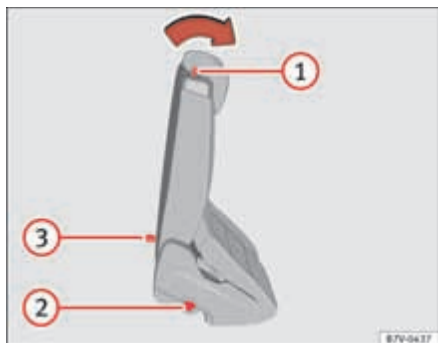

Abb. 81 Zweite Sitzreihe: Bedienelemente der Einstiegshilfe.
- Hebel ⇒ Abb. 81 ① nach vorn drücken und Rücksitzlehne nach vorn klappen. Der komplette Rücksitz klappt nach vorn ⇒ ⚠ und kann in Längsrichtung noch weiter nach vorn geschoben werden.
- Der Rücksitz muss sicher eingerastet sein, damit die Schutzwirkung der Sicherheitsgurte auf den hinteren Sitzplätzen gewährleistet ist. Die rote Markierung ⇒ Abb. 81 ② darf nicht mehr sichtbar sein ⇒ ⚠ in „Rücksitze in Ladebodenposition klappen“ auf Seite 136.
Wenn der Hebel ⇒ Abb. 81 ① außer Funktion ist, z. B. nach einem Unfall, können die Sitze der zweiten Sitzreihe von der dritten Sitzreihe aus nach vorn geklappt werden, um den Ausstieg aus der dritten Sitzreihe zu erleichtern ⇒ ⚠.
- Schlaufe ⇒ Abb. 81 ③ nach hinten ziehen und Rücksitzlehne nach vorn klappen. Der komplette Rücksitz klappt nach vorn ⇒ ⚠.
- Eine rote Markierung an der Seite des Sitzes ⇒ Seite 128, Abb. 81  signalisiert eine nicht eingerastete Lehne. Die rote Markierung darf im eingerasteten Zustand nicht sichtbar sein.